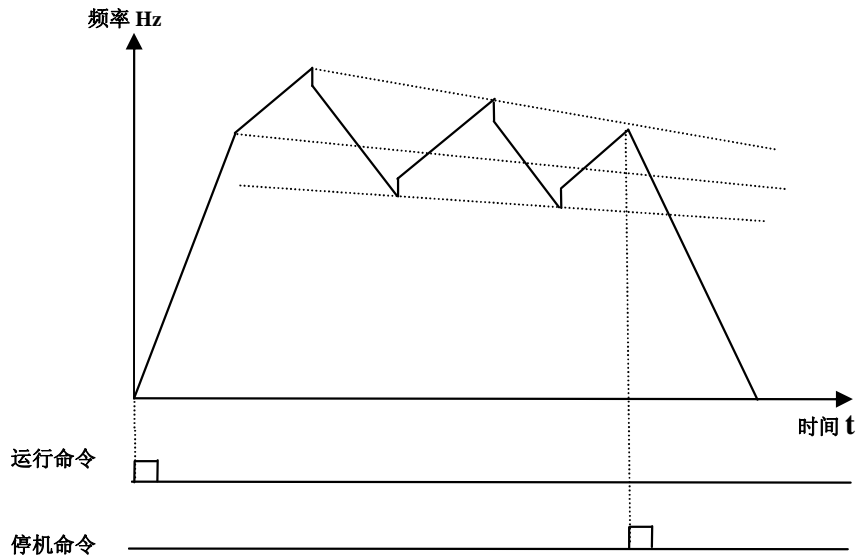

图 5-7 摆频 2 工作模式
- F235=2，摆频模式 2，中心频率递减模式，工作过程如图 5-7 所示。